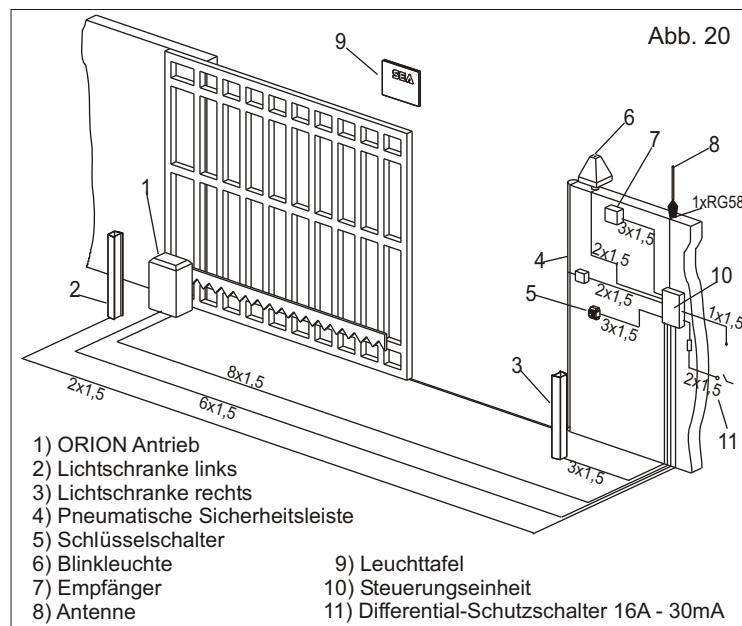

Abb. 20
9. VERKABELUNG DER ANLAGE (Abb. 20)